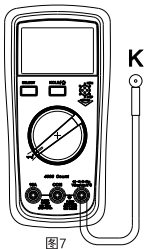

图7
10. 温度测量(摄氏/华氏测温, 仅适用于UT39C+, 见附图7)